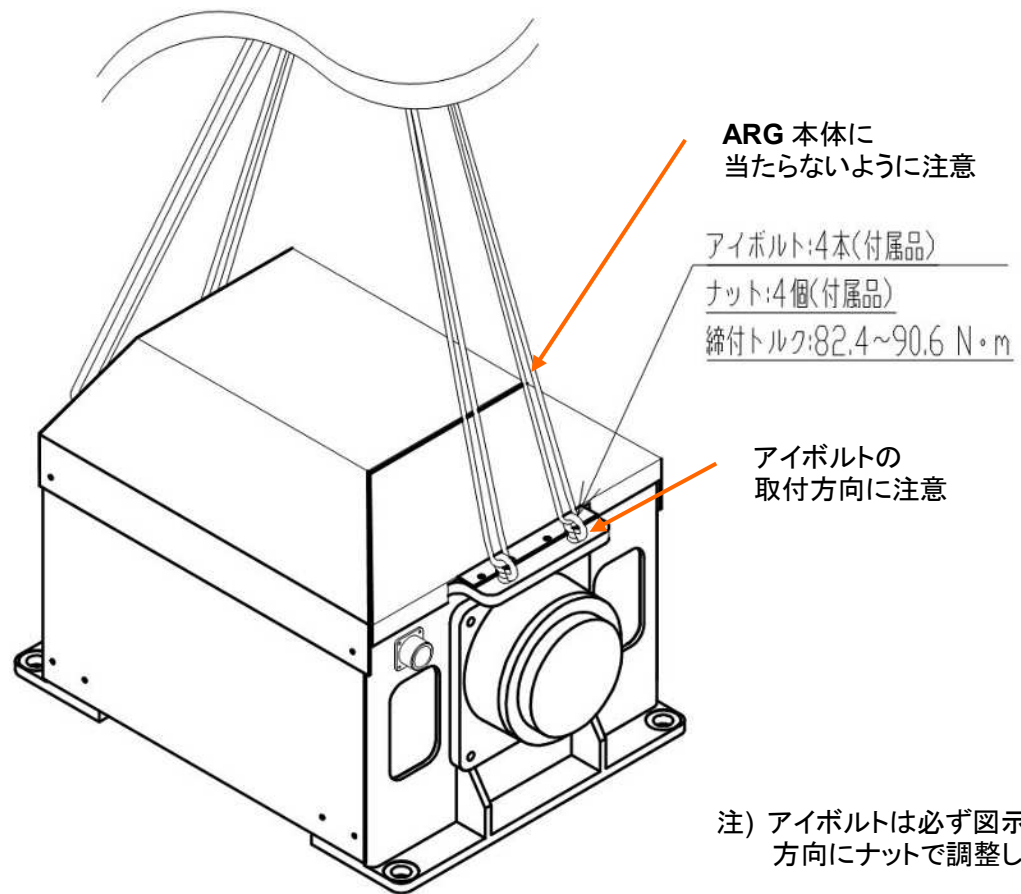

図 4-4 ARG 本体の吊り方
- ・ アイボルトが図 4-4 に示す取付方向になっていること。